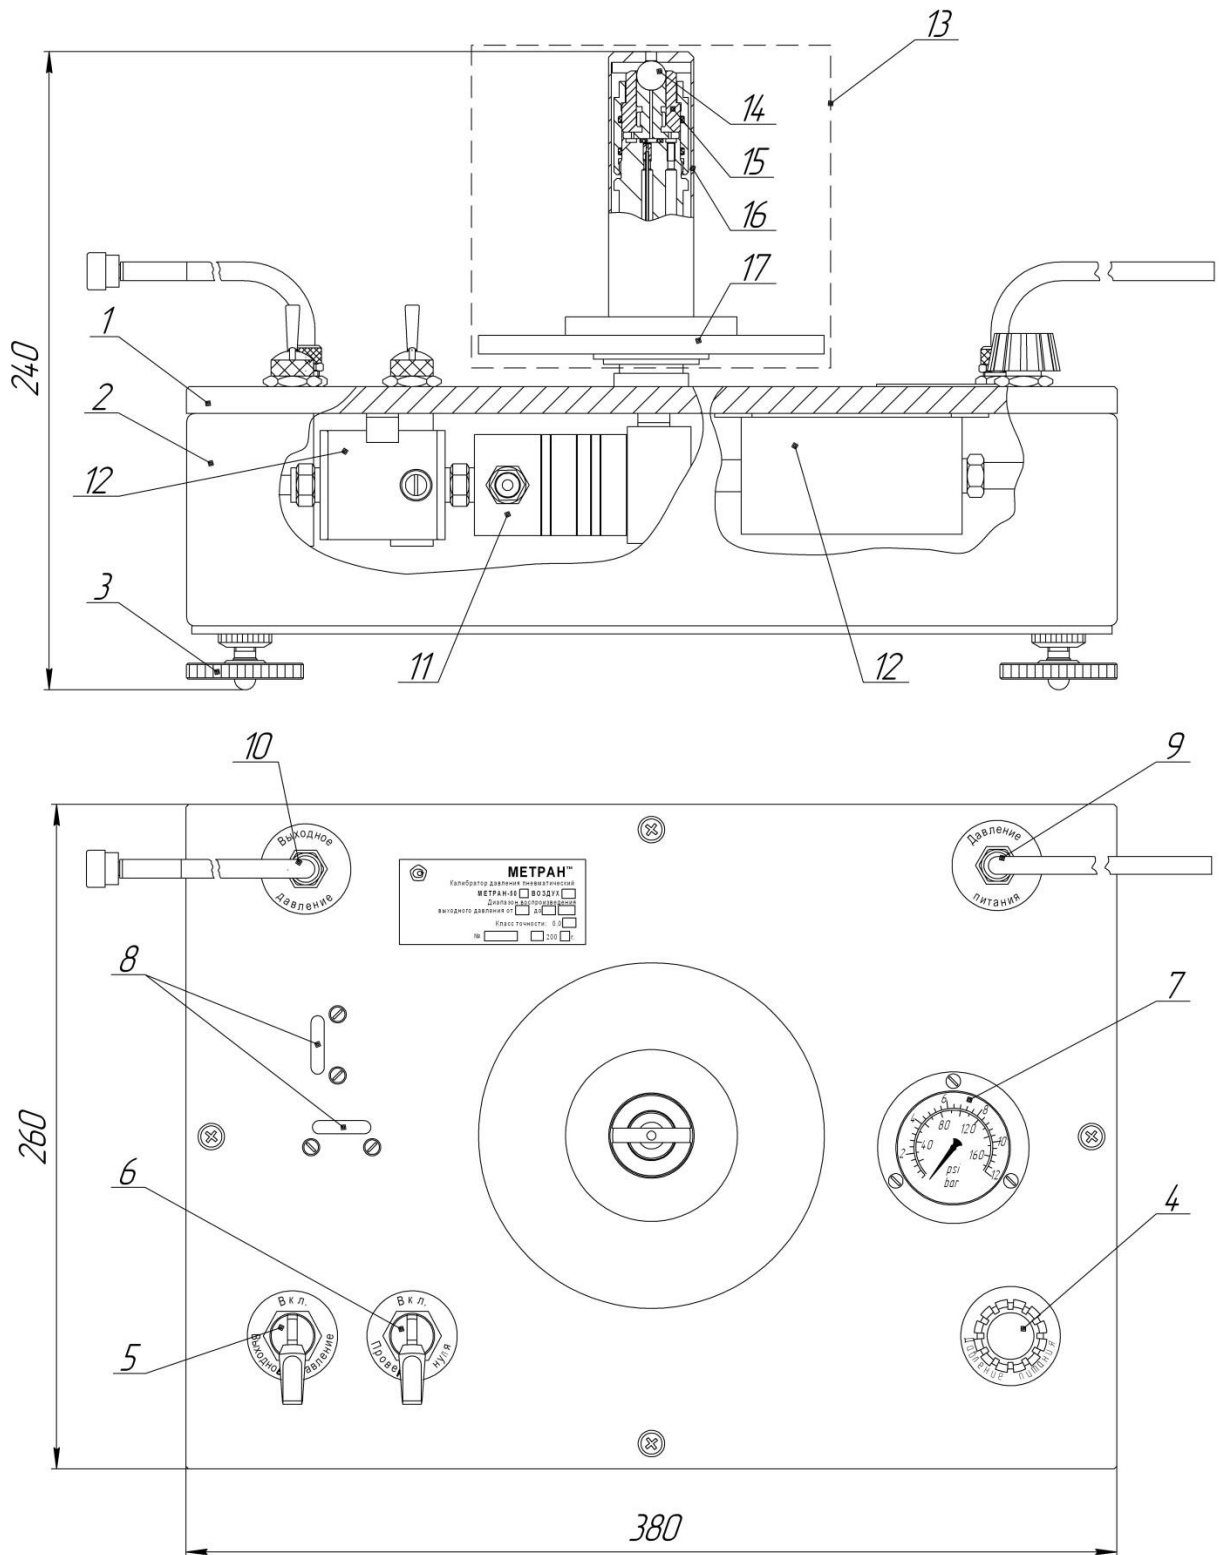

Рисунок 1 – Калибратор давления пневматический Метран-504 Воздух-II
- удалить заглушки, закрывающие отверстия штуцеров (поз.9, 10, рисунок 1), снять колпачок с сопла и положить их в укладку;